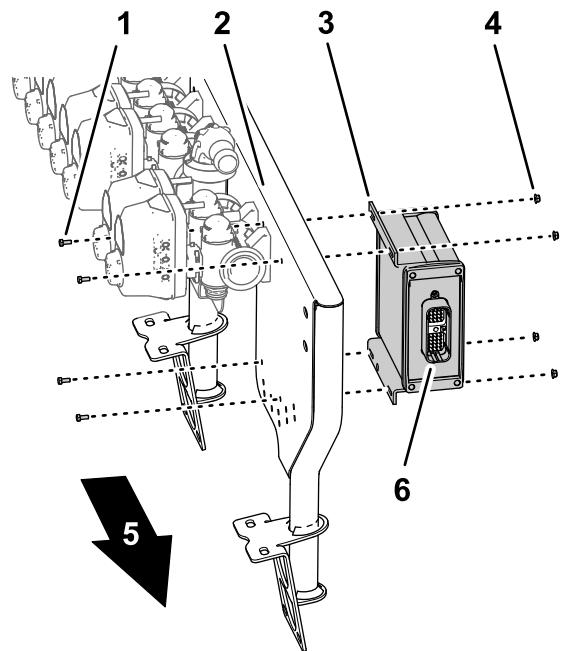

Figura 60
- Allineate il programmatore dell'irroratrice al lato anteriore del supporto della valvola con il connettore a 40 pin verso l'esterno (Figura 60).
2. Montate il programmatore dell'irroratrice sul supporto della valvola (Figura 60) con i 4 bulloni (4 x 10 mm) e 4 dadi di bloccaggio flangiati (4 mm).